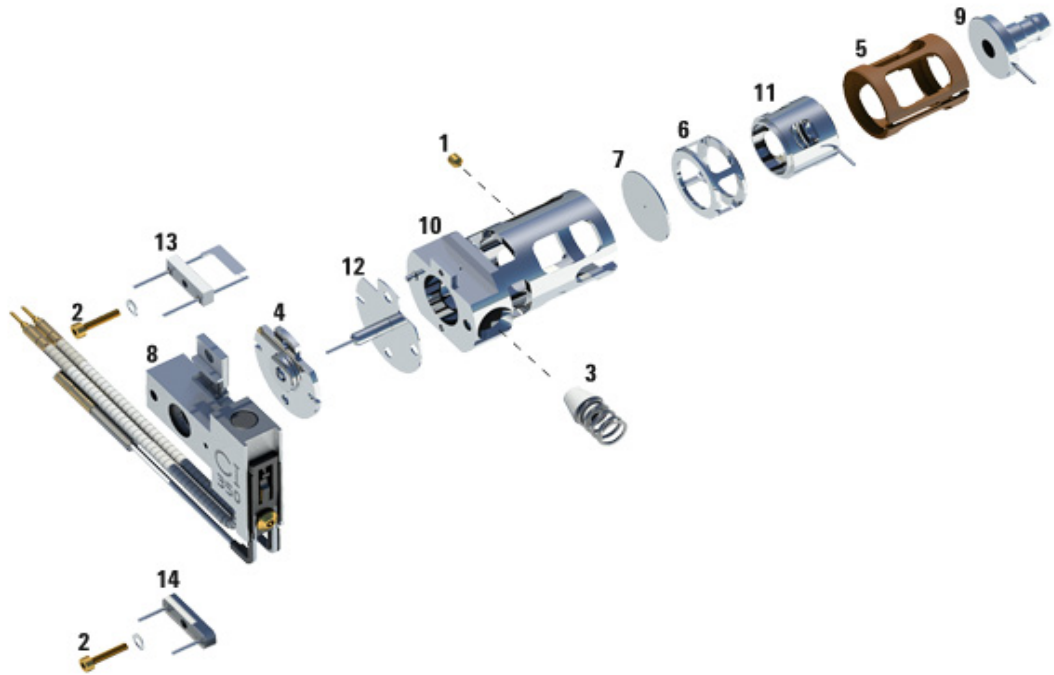

Abb. 23 Zerlegen der CI-Ionenquelle
- 2** Entfernen Sie die Glühdrähte. Siehe Abbildung 23 auf Seite 172.
Tabelle 29 Teileliste der CI-Ionenquelle (Abb. 23)